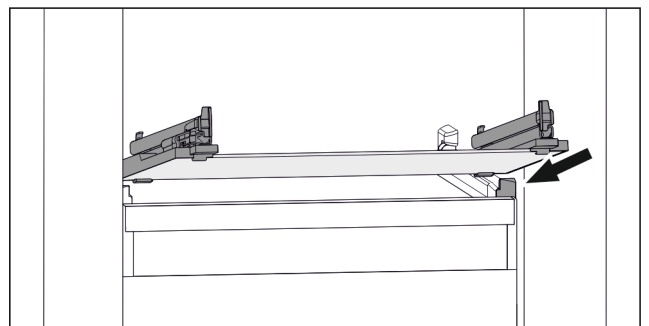

Fig. 95 Reprezentare exemplificativă a plăcii de sticlă
- ▶ Așezați placa de sticlă oblic în spatele opritoarelor. (vezi Fig. 95)